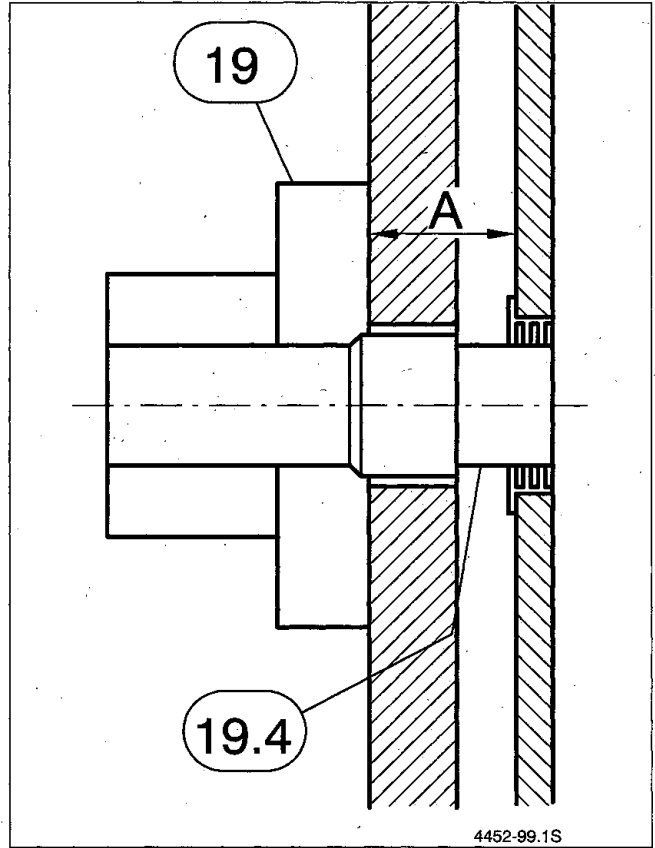

Bild 17
**c) bei Keramikrohr Fabr.-Wienerberger (Bild 17):**